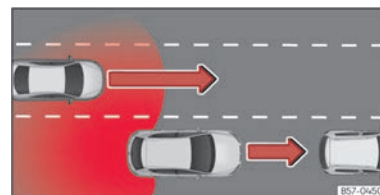

Abb. 118 Überholen mit Verkehr im hinteren Bereich.
- Bei einer Überholung durch ein anderes Fahrzeug »» (Abb. 118).